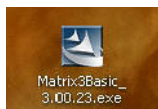

FIG. 3
3. Fare doppio clic sull'icona Matrix3Basic.exe (FIG. 3).